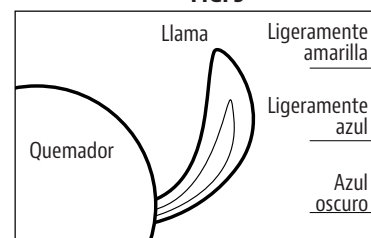

FIG. 4
5. Tras el encendido, observe si hay llama en el quemador. Asegúrese de que todos los puertos del quemador estén prendidos y que la altura de la llama coincida con la imagen (Fig. 4).